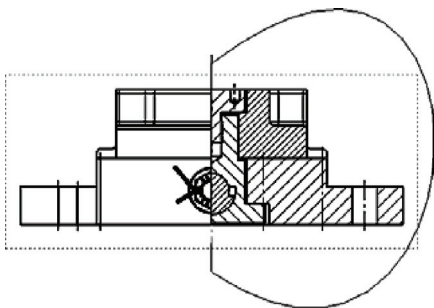

图 7-150 创建“断开的剖视图”1
STEP 5 在右侧标准视图中创建如图 7-150 所示的闭合草绘图形，并单击“断开的剖视图”按钮，断开深度设置为 115mm，创建断开的剖视图。